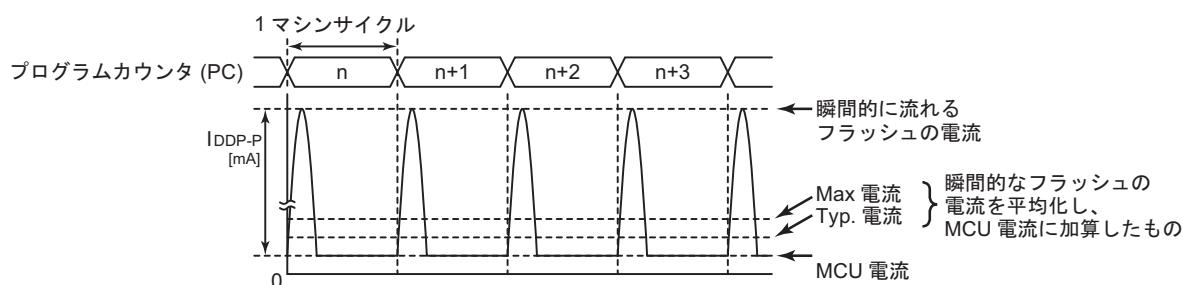

図 25-4 フラッシュメモリの間欠動作
- 注7) フラッシュメモリでプログラムが動作しているとき、またはフラッシュメモリからデータをリードしているとき、フラッシュメモリは間欠動作を行いますので、瞬間に図 25-4 のようなピーク電流が流れます。よってこの場合の電源電流  $I_{DD}$  (NORMAL1/2, SLOW1 モード時)は、ピーク電流を平均化した電流値と MCU 電流の和となります。